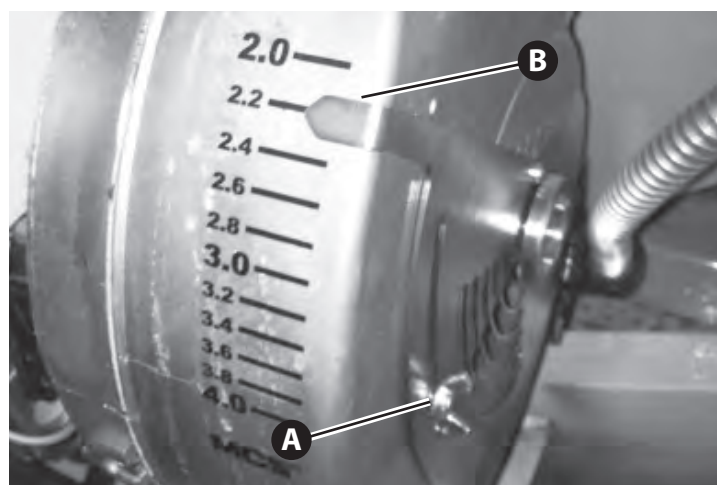

Figure 4.8
6. Le registre est situé en dessous de la boîte d'alimentation. Desserrer l'écrou à oreilles (A, Figure 4.8), et régler le registre en déplaçant le pointeur (B) au chiffre illustré sur l'affichage. Serrer l'écrou à oreilles.